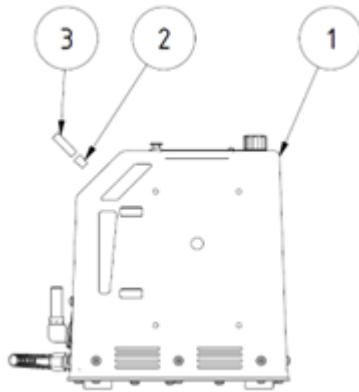

Abb. 6: Ölwechsel Elektrohydraulikaggregat
Mit regelmäßiger Wartung der Hydraulikpumpe (Abb. 6, Pos. 1) können Sie die Standzeit der Dichtungen und beweglichen Teile verlängern. Bei häufiger Nutzung der Hydraulikpumpe muss das Hydrauliköl komplett erneuert werden, um Ablagerungen und kleine Schwebstoffe aus dem Tank zu entfernen. Der erste Ölwechsel sollte nach etwa 50 Betriebsstunden, danach einmal jährlich durchgeführt werden.
- Die Verschlusschraube entfernen und die 1/2" Gewindetülle (Abb. 6, Pos. 2) mit dem Silikonschlauch (Abb. 6, Pos. 3) in die Tanköffnung schrauben.